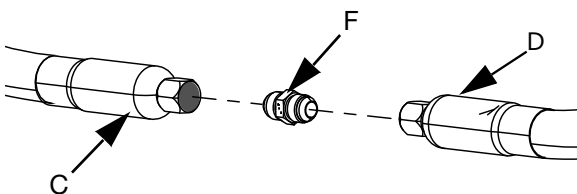

図 24
- 6. 2 本の供給ホース (C と D) を使用している場合、供給ホース 1 を供給ホース 2 へ接続する金具 (F) を使用し、供給ホース 1 (C) を供給ホース 2 (D) に接続してください。図 24。